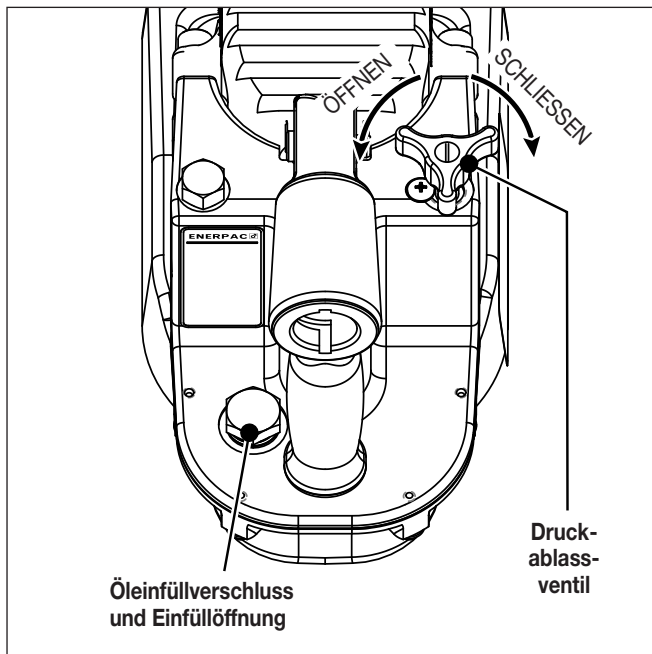

Abbildung 4, Öleinfüllverschluss und Druckablassventil (Modell TJ105LS abgebildet, TJ109LS ähnlich)
2. Schließen Sie das Druckablassventil, indem Sie es im Uhrzeigersinn drehen, bis es handfest ist. NICHT ZU FEST ANZIEHEN! Siehe Abbildung 4 zur Lage.
3. Entfernen Sie im Bereich um den Öleinfüllverschluss jeglichen Schmutz oder Staub. Schrauben Sie den Öleinfüllverschluss ab und entfernen Sie ihn. Siehe Abbildung 4 zur Lage.
3. Entfernen Sie den Öleinfüllverschluss. Siehe Abbildung 4 zur Lage.